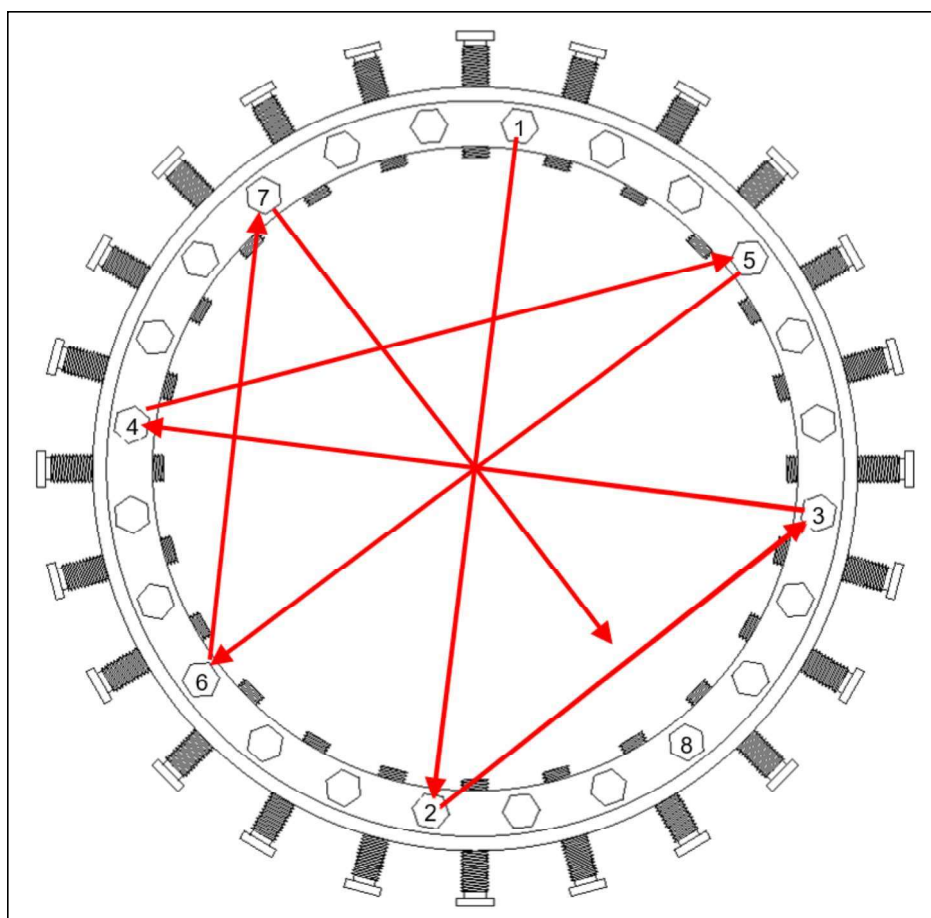
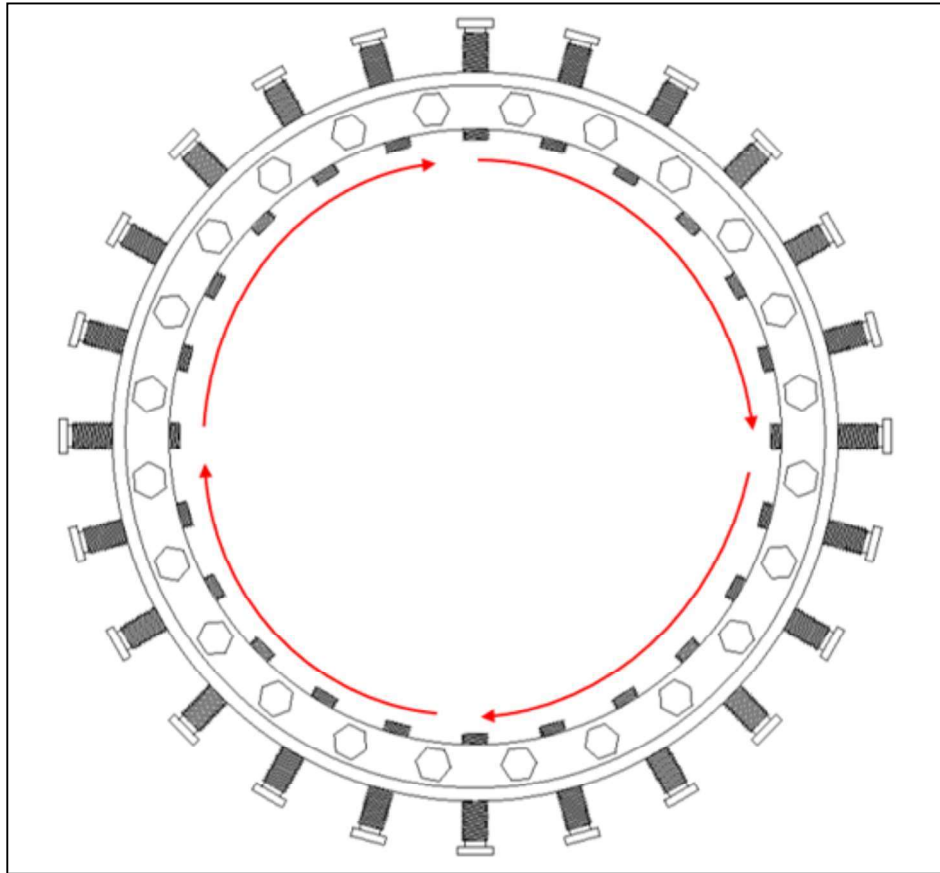

Figura 7
Figura 8
3. Apriete los tornillos de empuje uno a la vez en una secuencia repetida de estrella entrecruzada que coincida con la Figura 7. La primera vez a través de la secuencia, apriete los tornillos al 25% del par de apriete. La segunda vez, apriete al 50% del par de apriete. La tercera vez, apriete los tornillos al 100% del par de apriete. A continuación, siga una secuencia de apriete circular que coincida con la Figura 8, con un par de apriete del 100%, hasta que los tornillos de empuje no puedan seguir girando.